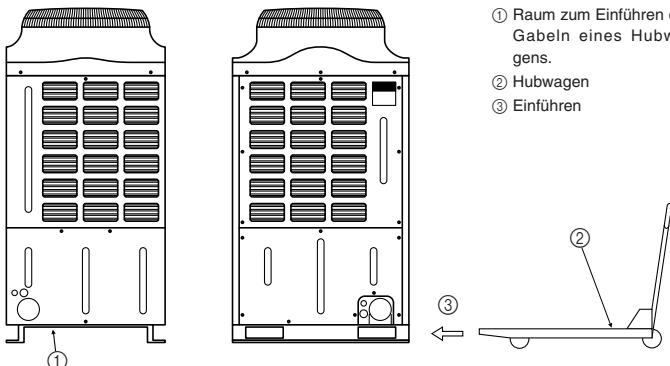

Fig. 3-2
3.2. Transport auf einem Hubwagen (Fig. 3-2)